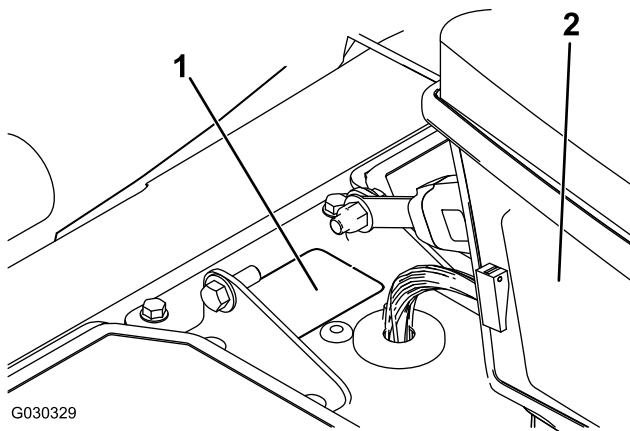

Figure 6
1. Derrière la console de commande, retirez le cache amovible (Figure 6).